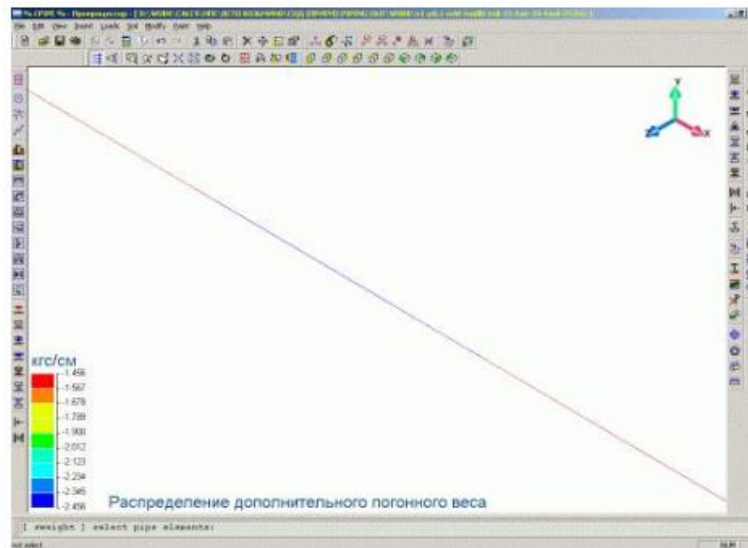

Рис. 5.6.16. Распределение дополнительного погонного веса в трубопроводной системе
1. Выполните пункт меню "Нагрузки\Дополнительный погонный вес" ("Loads\Additional Weight") или пиктограмму  панели инструментов "Граничные условия". В результате в графическом окне препроцессора должна появиться модель конструкции, раскрашенная по значениям дополнительного погонного веса (см. ниже) на трубопроводных элементах (рис. 5.6.16.).